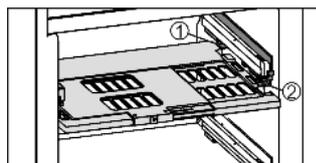

Fig. 9
- ▶ Inserimento della piastra di regolazione dell'umidità: inserire le nervature del coperchio della piastra dal basso nel supporto inferiore Fig. 9 (1) e inserire anteriormente nel supporto Fig. 9 (2).